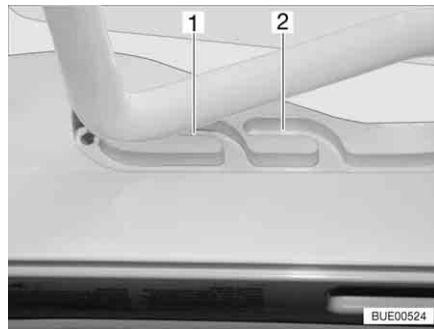
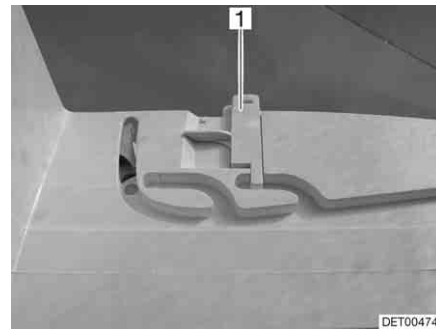

Bild 86 Heki-Dachhaube in Lüftungsstellung
Bild 87 Verriegelung Lüftungsstellung
Die Heki-Dachhaube kann in zwei Lüftungsstellungen gebracht werden: Schlechtwetterstellung (Bild 86,1) und Mittelstellung (Bild 86,2). Je nach Modell kann die Dachhaube in der Mittelstellung mit dem Riegel (Bild 87,1) verriegelt werden.
- Den Bügel leicht nach oben drücken und in die gewählte Führung (Bild 86,1 oder 2) schieben und ggf. verriegeln.